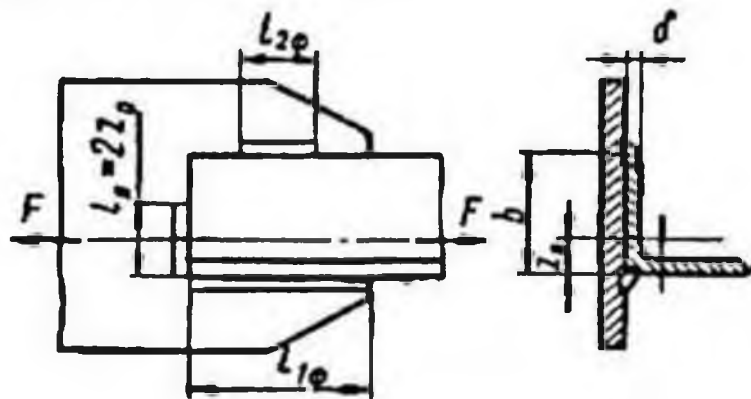

Рис. 1.4. Сварное соединение уголка с косынкой
**Задача .** Определить длину фланговых швов соединения уголка 80×80×8 мм с косынкой. Нагрузка, действующая на соединение,  $F = 200$  кН (см. рис. 1.4). Косынка и уголок изготовлены из стали Ст3; сварка ручная, электроды обычного качества, нагрузка статическая.